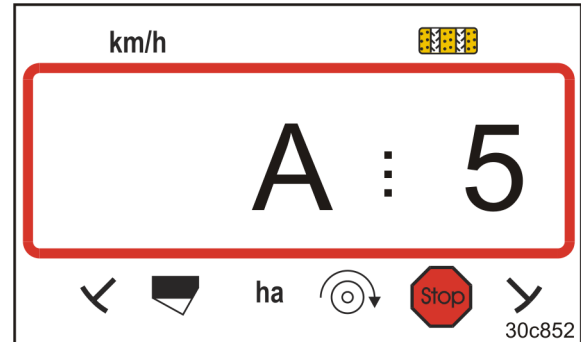

Рис. 30
- з'являється індикація (Рис. 30)